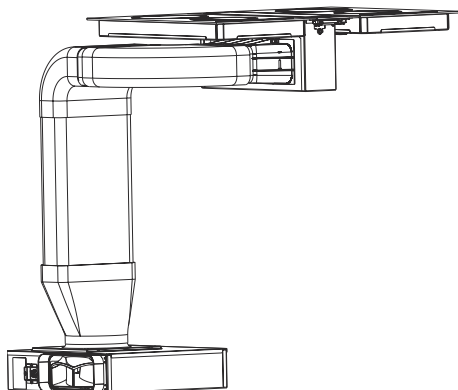

Fig. 22
12. Anslut utsugskanalen och slutför installationen (Fig. 22).